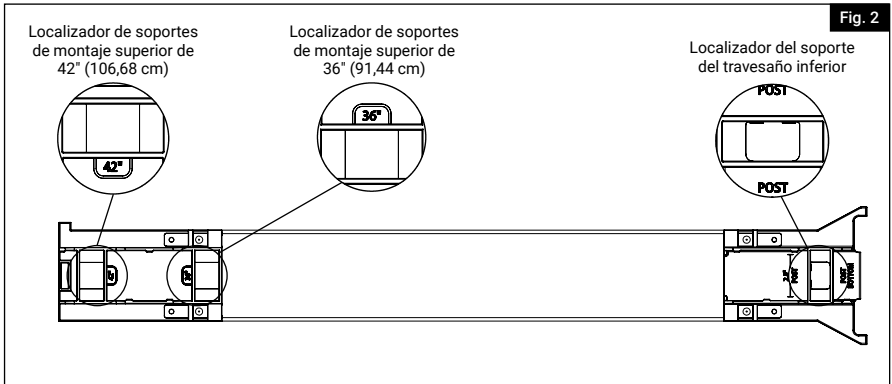

Fig. 2
- Esta plantilla ubicará los soportes superior e inferior en los postes para las secciones de barandal de aluminio de 36" (91,44 cm) y 42" (106,68 cm) de altura (Fig. 2).